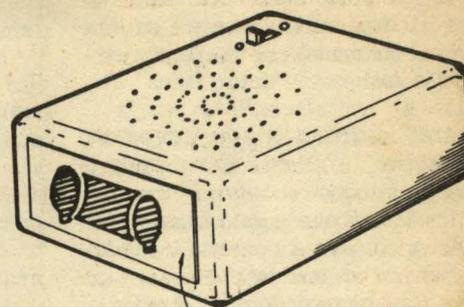

Fig.6
- FIG. 6 - A FINALIZAÇÃO DO CAFA... - O desenho dá uma boa idéia de como o CAÇA-FANTASMAS deve ser "leiautado" em seu aspecto final... A placa "B", contendo os círculos sensores voltados "para fora", deve ser fixada com cola, externamente à face lateral menor da caixa que contém a fresta de passagem dos fios de interligação... É muito impotante que os três fiozinhos **não toquem** as bordas da fresta... Também não devem ser usados parafusos na fixação da placa "B"... O melhor mesmo é colá-la à caixa, com adesivo forte...